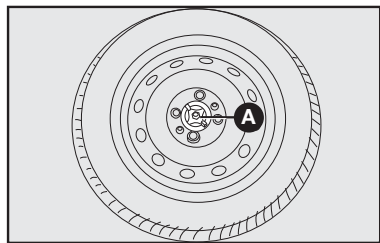

fig. 2
- Desatarraxar o dispositivo de bloqueio **A-fig. 2**, retirar a roda sobressalente e o suporte das ferramentas.